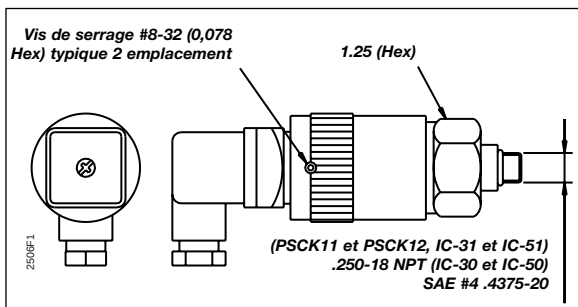

Figure 1
1. To adjust pressure setting, first loosen set screws on the adjustment sleeve. (See Figure 1.) Secure hex body with open end wrench. Turn adjustment sleeve by hand clockwise to increase or counterclockwise to decrease set point.
1. Pour régler le tarage de la pression, desserrez d'abord les vis de réglage sur le manchon de réglage. (reportez-vous à la figure 1.) Serrez le corps hex avec une clé à fourche. Tournez le manchon de réglage manuellement dans le sens horaire pour augmenter ou dans le sens antihoraire pour diminuer le point de consigne.
1. Für die Druckeinstellung zunächst die Einstellschrauben an der Einstellhülse lockern. (Siehe Abbildung 1.) Den Sechskantkörper mit einem Maulschlüssel erfassen. Die Einstellhülse mit der Hand nach rechts drehen, um den Sollwert zu erhöhen, bzw. nach links, um den Sollwert zu verringern.